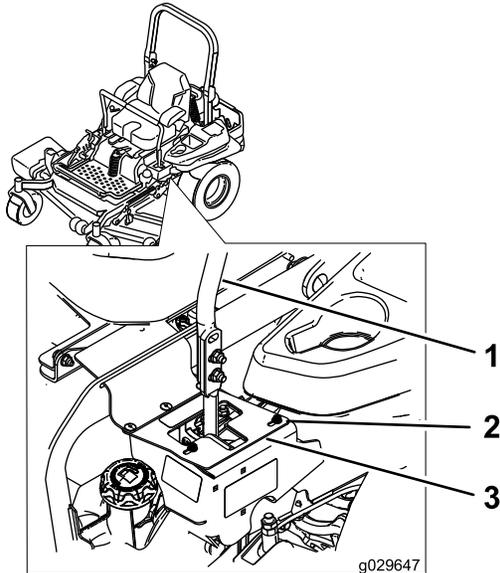

Figure 67
6. Si la machine se déporte à droite, desserrez les boulons et déplacez la plaque de butée gauche en arrière sur la fente en T gauche, jusqu'à ce qu'elle se déplace en ligne droite (Figure 67).
7. Si la machine se déporte à gauche, desserrez les boulons et déplacez la plaque de butée droite en arrière sur la fente en T droite, jusqu'à ce qu'elle se déplace en ligne droite (Figure 67).
8. Serrez les boulons de la plaque (Figure 67).